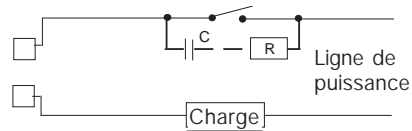

Fig. 9 CONTACT EXTERIEUR MONTE EN SERIE SUR LE CONTACT DE SORTIE DE L'INSTRUMENT
En de tels cas, nous recommandons de raccorder un filtre RC en parallèle avec le contact extérieur suivant les indications Fig. 9. Les valeurs de la capacité (C) et de la résistance (R) sont indiquées au tableau suivant.